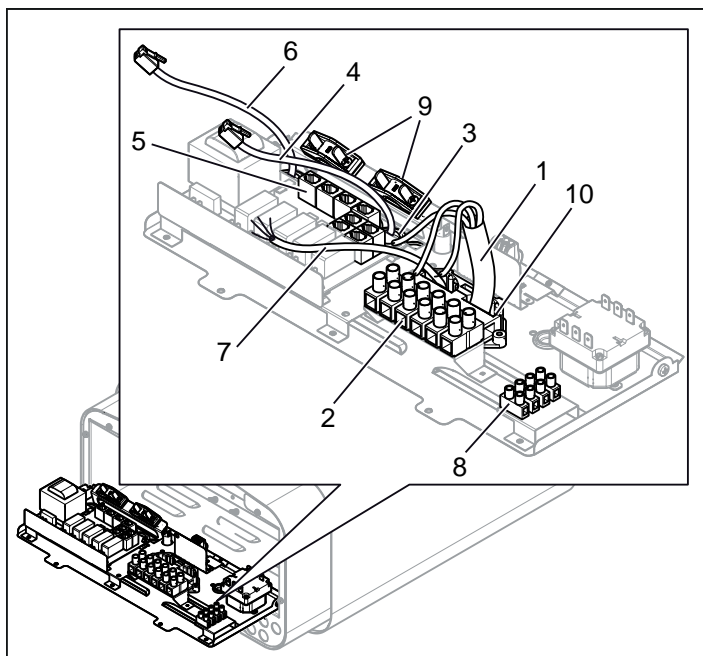
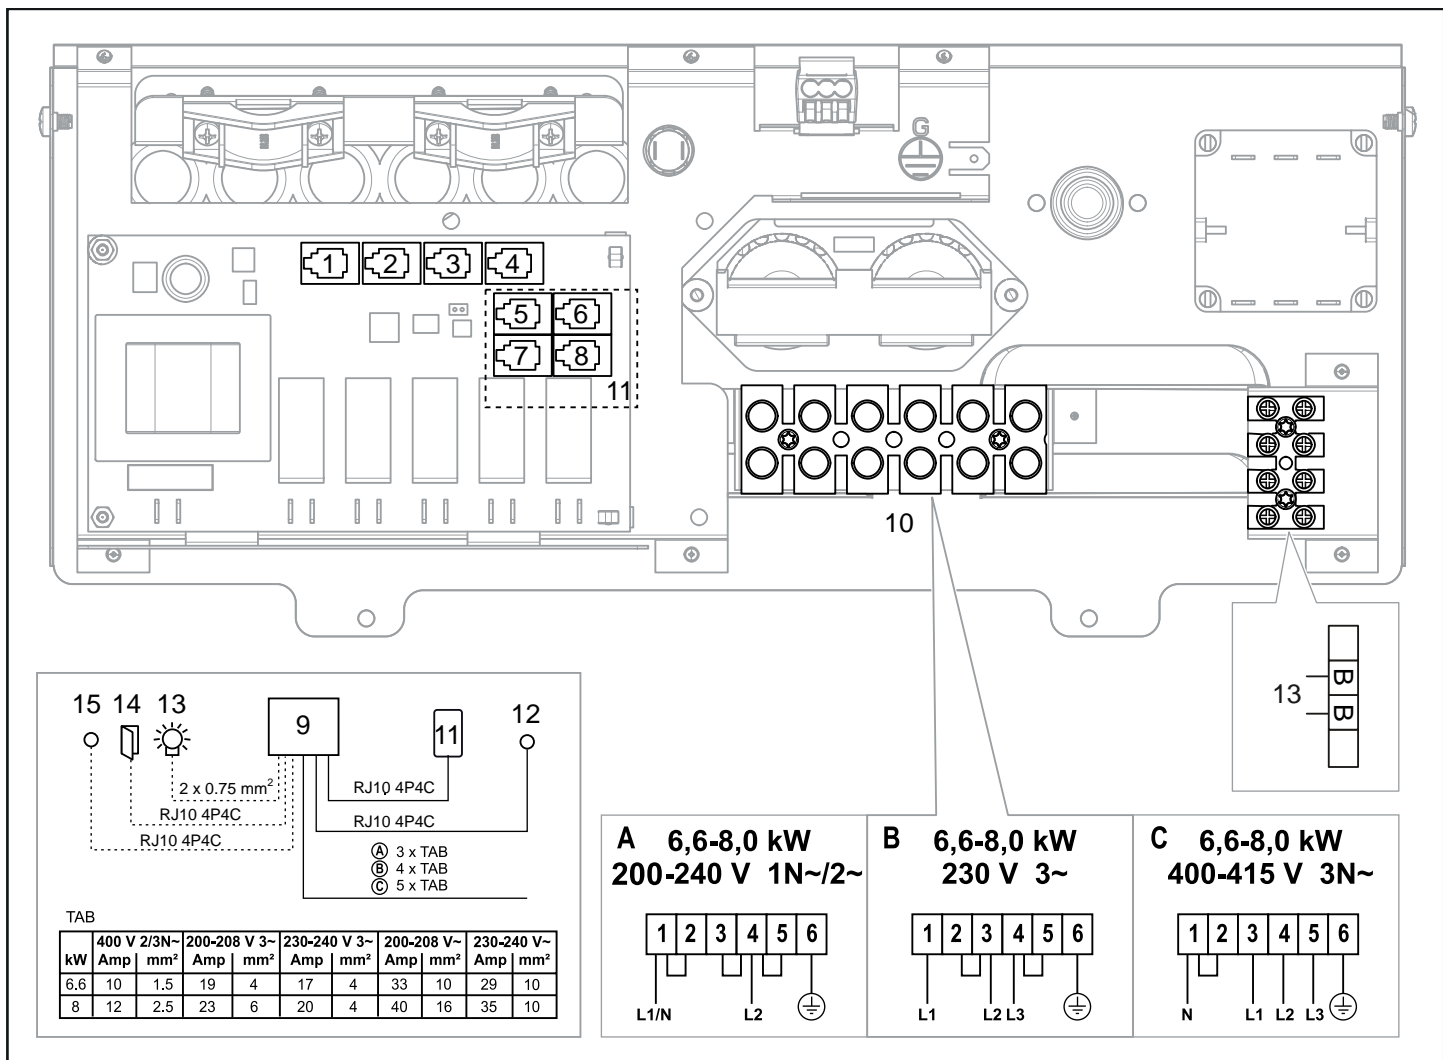

Fig. 9 : Carte électronique
Fig. 17 : Schéma de raccordement
3. Raccorder le câble électrique (1) au rack (2) (voir la figure 9) selon schéma de raccordement (voir la section Schéma de raccordement/branchement, page 23).
- Acheminer les câbles du panneau de commande et du capteur de température à travers les passages de câble (3). Raccorder le câble du panneau de commande (4) à l'un des quatre connecteurs RS485 (positions 5 à 8) (5) (voir la figure 9) selon le schéma de raccordement (voir la section Schéma de raccordement/branchement).
- Raccorder le câble du capteur (6) au contact NTC sur la carte électronique (position 1) (5) (voir la section Schéma de raccordement/branchement, page 23) selon le schéma de raccordement (voir la section Schéma de raccordement/branchement, page 23).
- Raccorder le cas échéant le câble de l'éclairage (7), voir la figure 9, au rack (8) selon le schéma de raccordement, figure 17, page 23.
Pour le raccordement à des tensions ou un nombre de phases ne figurant pas sur le schéma de raccordement, figure 17, contacter le service client Tylö.